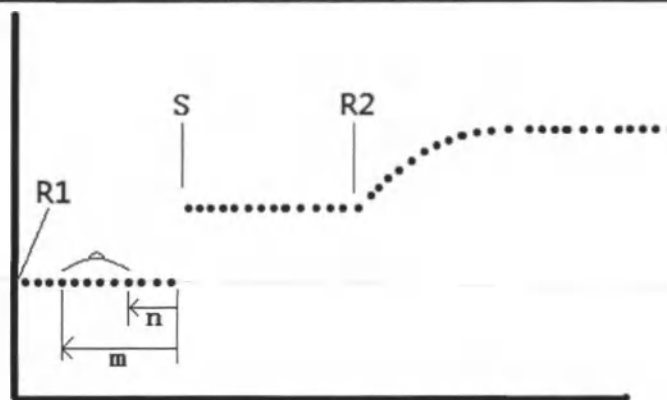

Рисунок 121 – Перед добавлением пробы
1) Настройка первой контрольной пробы, проба (S) устанавливается в качестве узла, необходимо выбрать в списке ADVANCE MODE пункт ADD BEFORE SAMPLE (перед добавлением пробы) в качестве пустого интервала, как показано на рис. 121, S - добавление точки пробы, поглощающая способность контрольной пробы соответствует среднему поглощению от точки n до точки m .